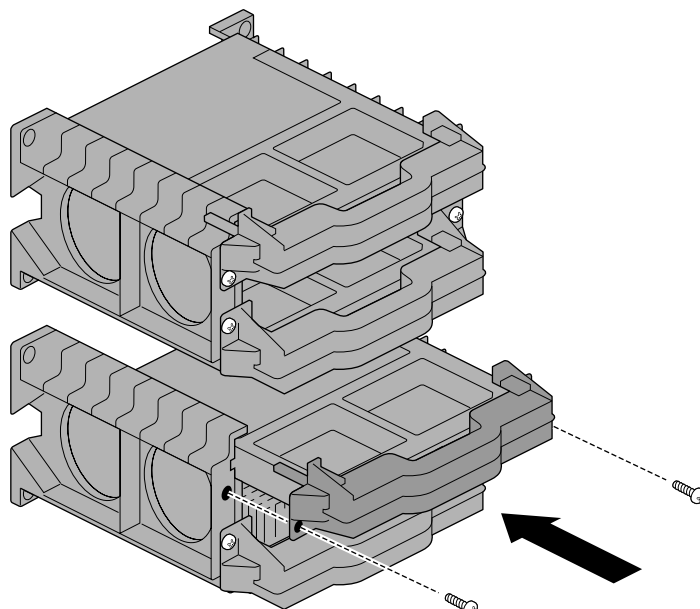

図 6-10 ターミネータカードの挿入
8. 交換用のプロセッサを取り付けない場合は、ターミネータカードをプロセッサスロットに挿入します (図 6-10)。